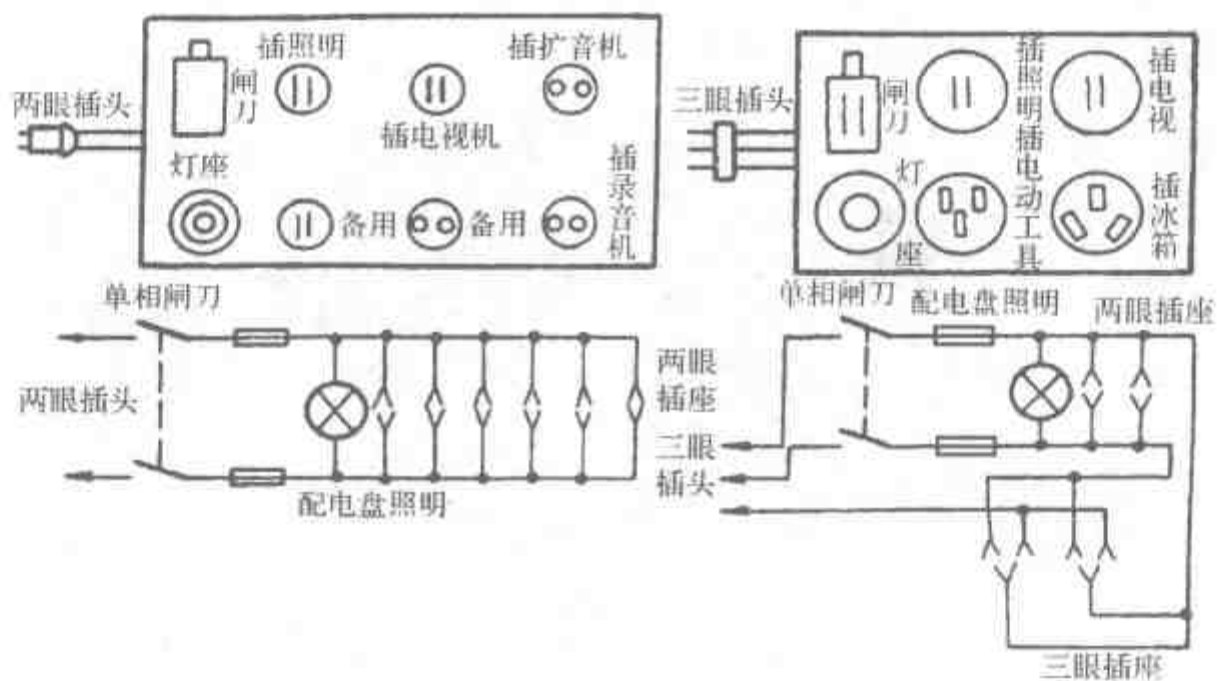

图 4-41 临时配电盘线路与布局
(2) 临时配电盘的架设与安装线路应使用较粗的两芯胶织线，一头接入两眼插头，并把电线用塑料绝缘带固定在绝缘物上架设到高处，引到所需要的地方。电线的长度可根据实际情况确定，中间不要有接头，电线不能放在地下或水坑里，以防漏电。电线架设到所需要的地方后应安装临时配电盘，有条件的可直接购置带有开关、电压表、指示灯的系列插座，也可以自己制作。配电盘的线路与布局如图 4-41 所示。安装好后可把电源的一端插上使配电盘带电，照明灯、录音机、扩音机等可通过配电盘接通电源。如果使用冰箱及其他功率较大的设备时，还应考虑电线的承载能力以及电气设备的接地等问题。